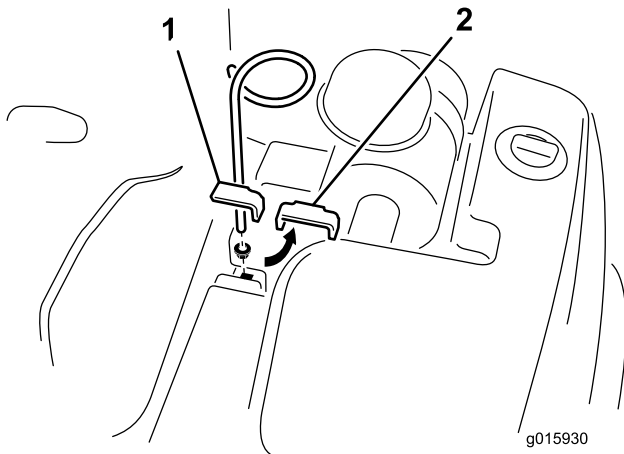

図 13
1. 油圧タンク用のクランプをフレームに固定しているボルト、ワッシャ、ナットを外す（図 13）。外したクランプ、ボルト、ワッシャ、ナットは捨てる。
2. フランジナット（付属部品）を使って、ホースガイドを取り付ける。ホースガイドは 図 13 のように組み付ける。